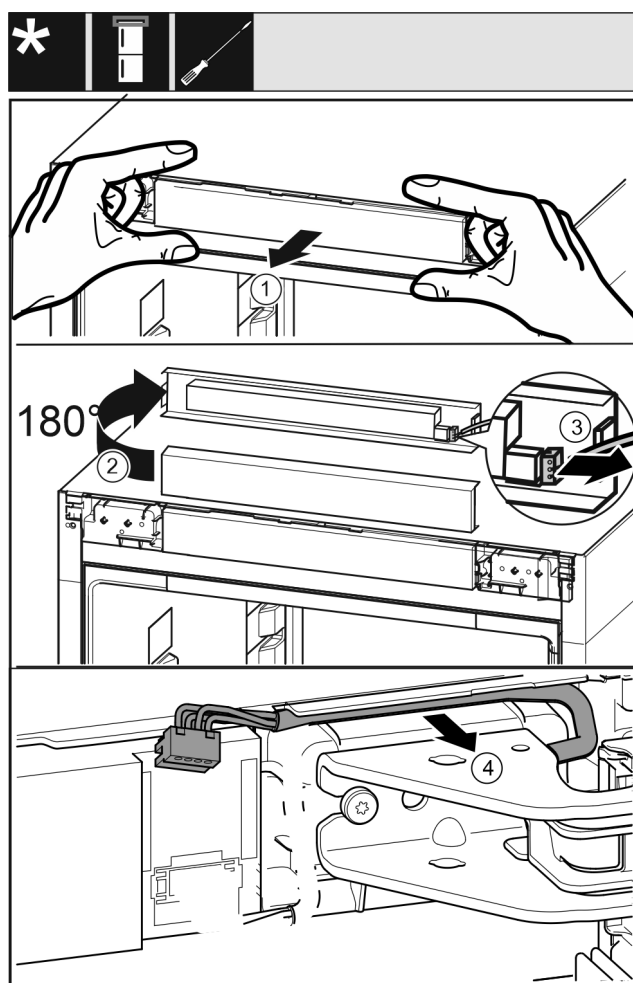

Fig. 19
- ▶ Obslužný kryt zariadenia opatrne uvoľnite dopredu. Fig. 19 (1)
- ▶ Obslužný kryt otočte nahor o 180°. Fig. 19 (2)
- ▶ Výstupok potlačte dozadu a opatrne vytiahnite zástrčku. Fig. 19 (3)
- ▶ Kábel nad ložiskovou konzolou opatrne uvoľnite z vedenia. Fig. 19 (4)